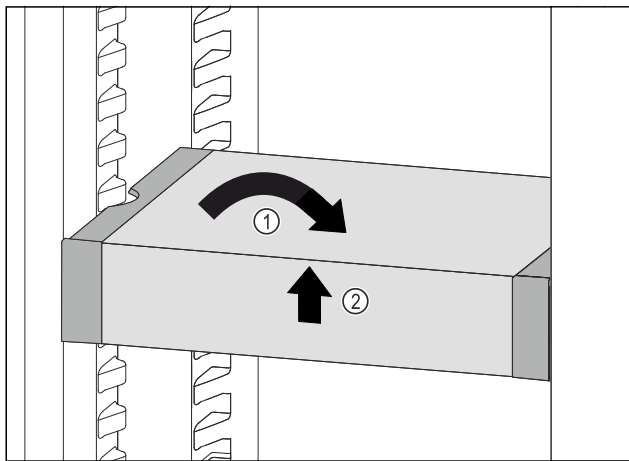

Fig. 126
- VarioSafe gerade stellen. Fig. 126 (1)
- VarioSafe vorne anheben. Fig. 126 (2)